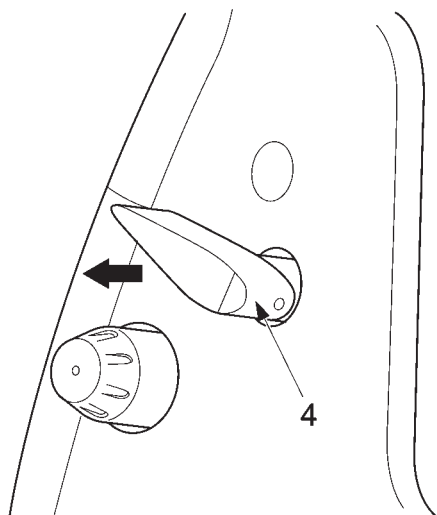

Рис. 5
- Выверните крепежный винт 4 с помощью 2-мм торцового ключа примерно на 3 оборота (рис. 5).